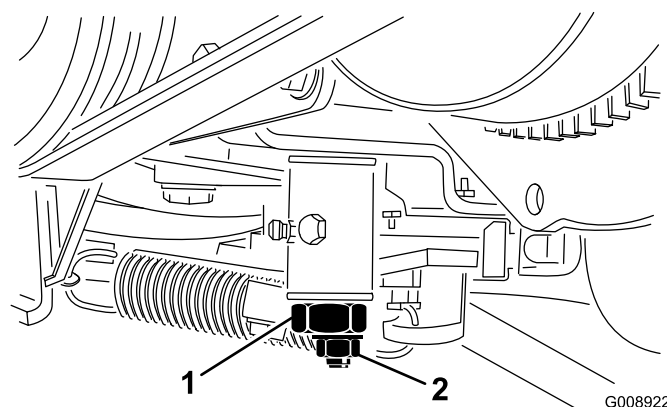

図 56
3. トラクション調整カムのロックナットをゆるめる(図 56)。